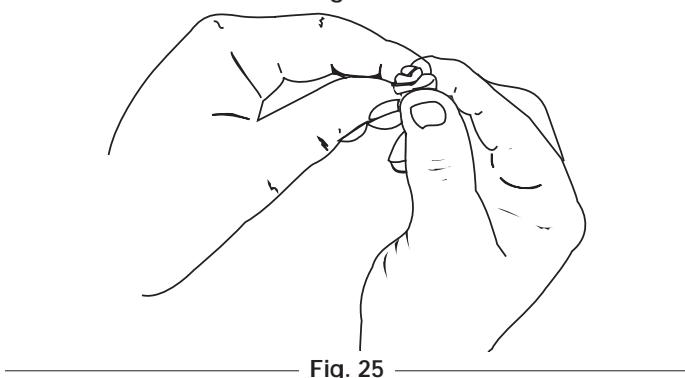

Fig. 25
- Aperte o filtro para espalhar e eliminar o excesso de óleo (Fig. 25).